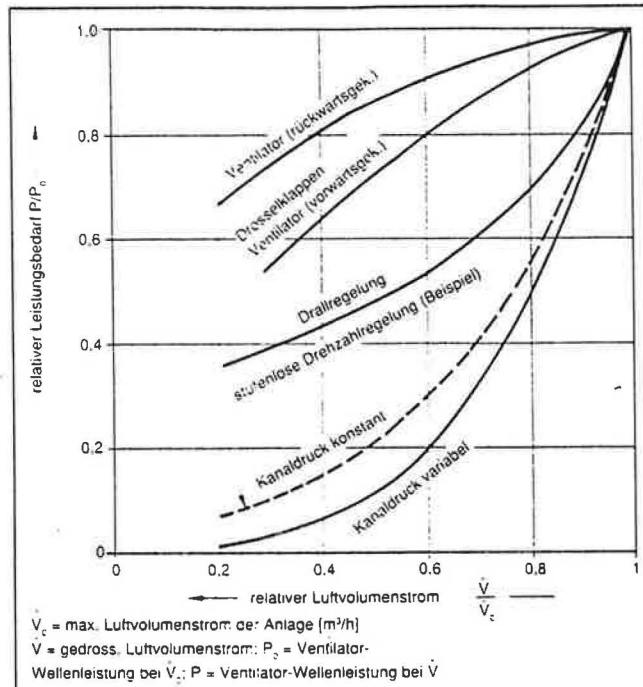

Bild 10: Energieeinsparung bei Drosselregelung, Drallregelung und Drehzahlregelung
- Energieeinsparung (s. Bild 10).